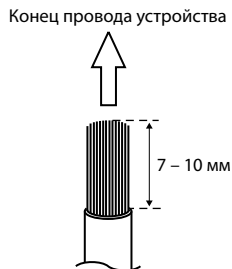

Рис. 7
2. Снимите изоляцию с концов выводов провода примерно на 7–10 мм. (Рис. 7)